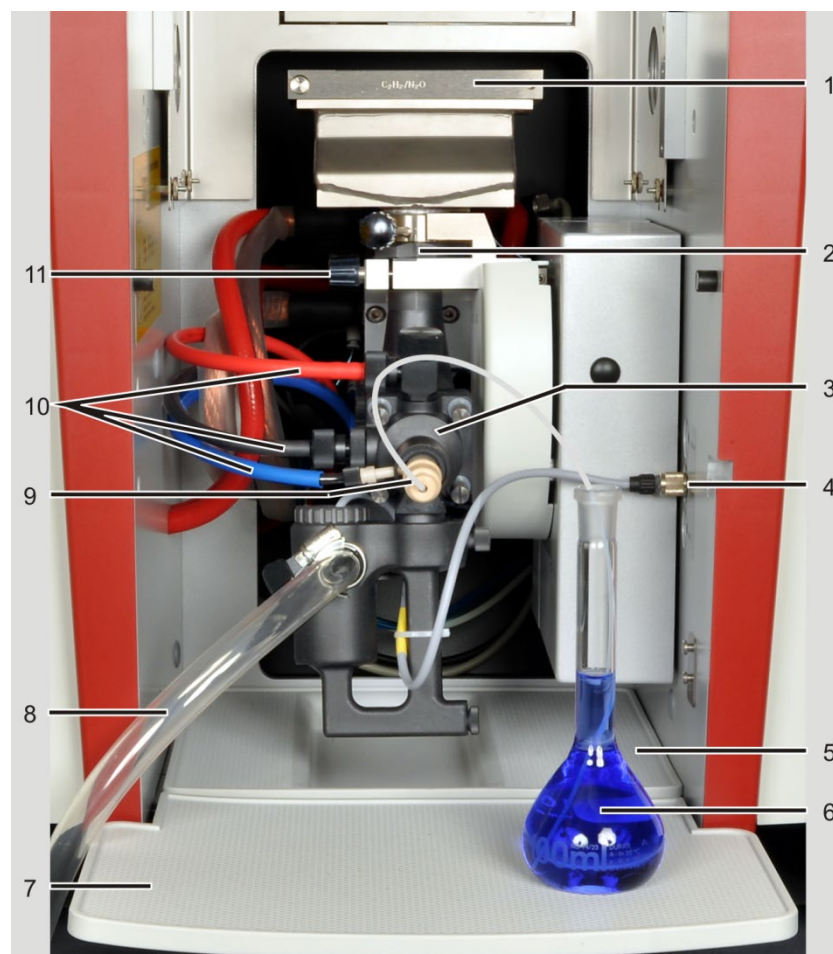

Fig. 42 Technique à flamme, alimentation manuelle des échantillons
La chambre de mélange doit être orientée vers le dispositif de réglage en hauteur, le repère doit se situer au-dessus des bords du dispositif de fixation (4 sur Fig. 42, p.67).
- Raccorder le tuyau de gaz de combustion (rouge) en haut de la tête de la chambre de mélange (15 dans Fig. 42 p.67)
- Raccorder le tuyau d'oxydant (bleu) sur le nébuliseur (12 sur Fig. 42 p.67)
- Raccorder le tuyau d'oxydant complémentaire (noir) sur le côté de la chambre de mélange (14 dans Fig. 42 p.67)